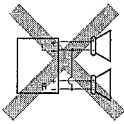
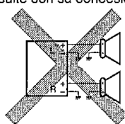

Fig. 1
Fig. 2
- ② Jaune: à la batterie de la voiture (12V constant)
- ③ Rouge: à la prise accessoire
- ④ Autres fils à l'exception du fil bleu à bandes blanches: aux enceintes
- ⑤ Bleu à bandes blanches: à l'antenne automatique
- If the speaker wiring in your car is as illustrated in Fig. 1 and Fig. 2 below, DO NOT connect the unit using that original speaker wiring. If you do, the unit will be seriously damaged. Redo the speaker wiring so that you can connect the unit to the speakers as illustrated in Fig. 3.
- Si el conexionado de altavoz de su automóvil es como se indica en las Figs. 1 y 2 de abajo, NO conecte la unidad utilizando ese conexionado de altavoz original. Si lo hace, se producirán daños graves en la unidad. Vuelva a efectuar el conexionado de altavoz de manera que pueda conectar la unidad a los altavoces de la manera indicada en la Fig. 3.
- Si le câblage des enceintes de votre voiture est réalisé comme montré sur la Fig. 1 ou Fig. 2 ci-dessous, NE CONNECTEZ PAS l'appareil en utilisant ce câblage original d'enceintes. Si vous le faites, l'appareil sera sérieusement endommagé. Recommencez le câblage des enceintes de façon que vous puissiez connecter l'appareil aux enceintes comme montré sur la Fig. 3.